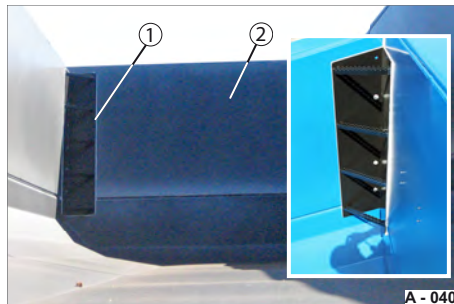

Abb. 50 Mulde innen
- ▶ Betreten Sie die stirnseitig integrierte Stufen (Abb. 50/1) vorsichtig.